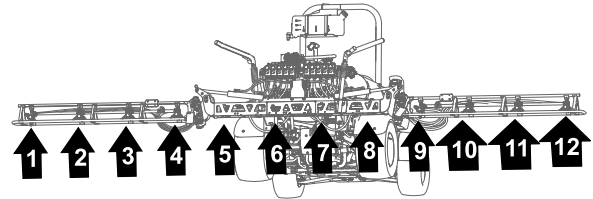

Figure 128
1. Faites passer les flexibles des buses de pulvérisation 1, 2, 3 et 4 dans le collier en R sur l'extrémité extérieure gauche de la section de pulvérisation centrale (Figure 128 et Figure 129).
2. Faites passer les flexibles des buses de pulvérisation 7, 8, 9 et 10 dans le collier en R sur l'extrémité extérieure droite de la section de pulvérisation centrale (Figure 128 et Figure 129).
la section de pulvérisation vers les buses de pulvérisation 1 et 10, comme montré à la Figure 128 et la Figure 129.
4. Acheminez les flexibles d'alimentation de 234 cm et les anneaux cannelés ($\frac{3}{4}$ " le long de la section de pulvérisation vers les buses de pulvérisation 2 et 9, comme montré à la Figure 128 et la Figure 129.
5. Acheminez les flexibles d'alimentation de 188 cm et les anneaux cannelés ($\frac{3}{4}$ " le long de la section de pulvérisation vers les buses de pulvérisation 3 et 8, comme montré à la Figure 128 et la Figure 129.
6. Acheminez les flexibles d'alimentation de 188 cm et les anneaux cannelés ($\frac{3}{4}$ " le long de la section de pulvérisation vers les buses de pulvérisation 4 et 7, comme montré à la Figure 128 et la Figure 129.